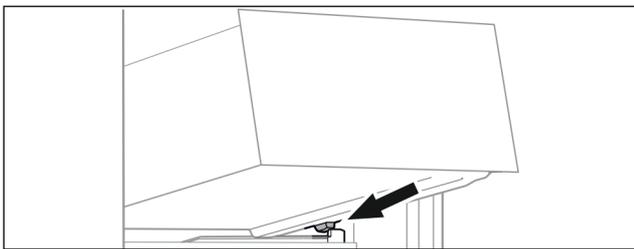

Fig. 60
- Schubfach schräg hinter den Stoppern auf Behälterterrippe aufsetzen. (siehe Fig. 60)